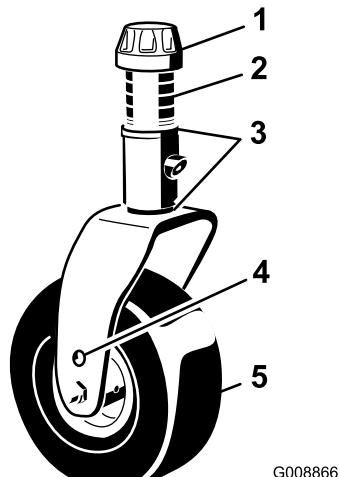
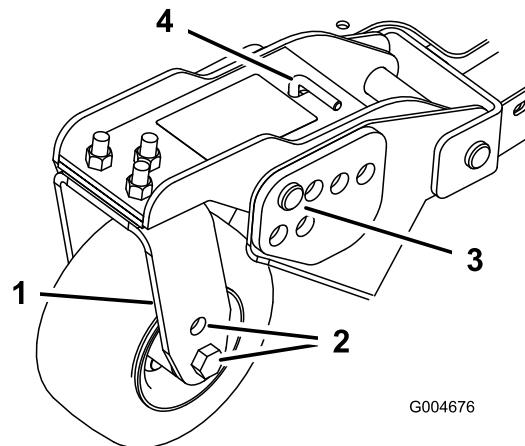

Figura 20
Figura 22
- Coloque los ejes de las ruedas giratorias en el mismo taladro en todas las horquillas (Figura 20 y Figura 22). Consulte en la tabla siguiente el taladro correcto para cada altura.
- Retire el casquillo tensor del eje (Figura 20) y deslice el eje fuera del brazo de la rueda giratoria. Coloque los dos suplementos (3 mm) en el eje de la misma forma
4. Retire el pasador de horquilla y las chavetas de los brazos de pivoté de las ruedas giratorias (Figura 22).
5. Gire la varilla tensora para elevar o bajar el brazo de pivoté hasta que los taladros estén alineados con los taladros seleccionados del soporte de ajuste de la altura de corte en el bastidor de la unidad de corte (Figura 22 y Figura 23).